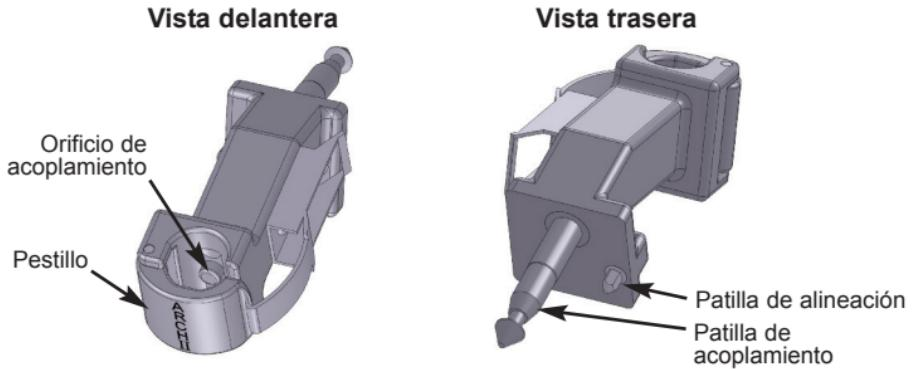

Figura 1. Adaptador Advincula Arch™
2. Inserte la patilla de Acoplamiento del adaptador (consulte la Figura 1) en el orificio de acoplamiento del brazo del UPS hasta que quede firmemente asentada. Utilice la patilla de alineación para orientar correctamente el adaptador.